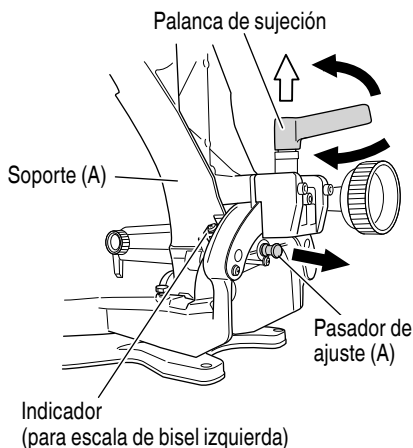

Fig. 36
8. Procedimientos de corte en bisel (Fig. 36)
La palanca de fijación adopta el sistema de enganche. Cuando el banco de trabajo entre en contacto con el cuerpo principal, tire de la palanca de fijación en la dirección de la flecha tal como se indica en la Fig. 36, y cambie la dirección de la palanca de fijación.